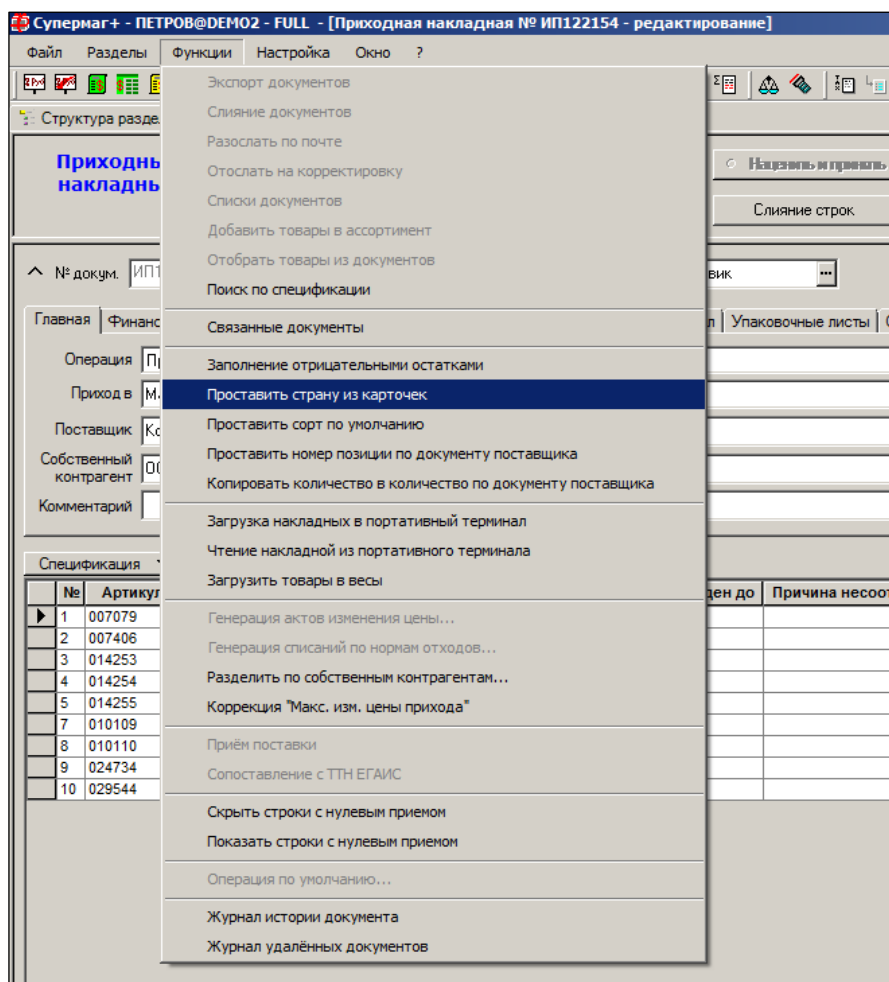

Рисунок 38 – Функция «Проставить страну из карточек» (1)
- **Страна.** Значение выбирается из справочника или задается с помощью функции **Проставить страну из карточек** (Рисунок 38).